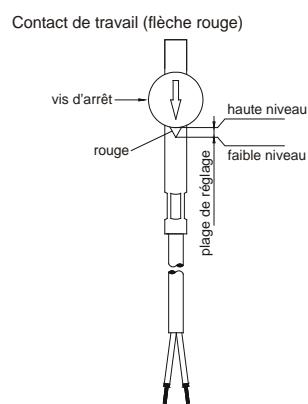
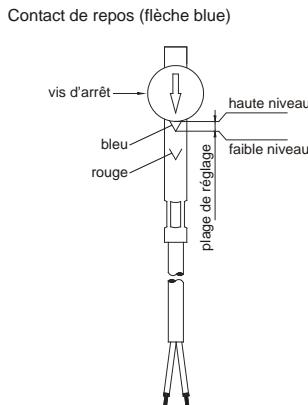

Fig. 17
Fig. 18
- ↳ Déplacer l'unité de commutation jusqu'à ce que la flèche rouge soit visible à l'entrée du guidage de l'unité de commutation si un contact de travail est désiré (→ Fig. 17) et la flèche bleue si un contact de repos désiré (→ Fig. 18).